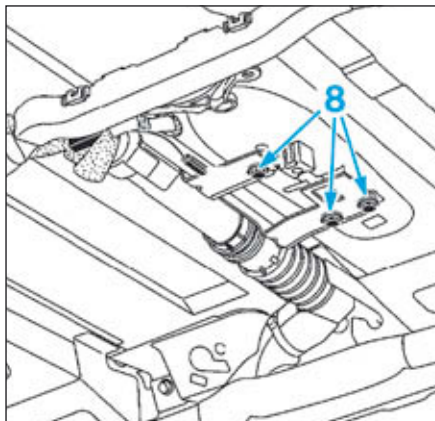

FIG. 16
- Déposer les vis (8) du générateur de l'airbag latéral rideau (Fig.16).